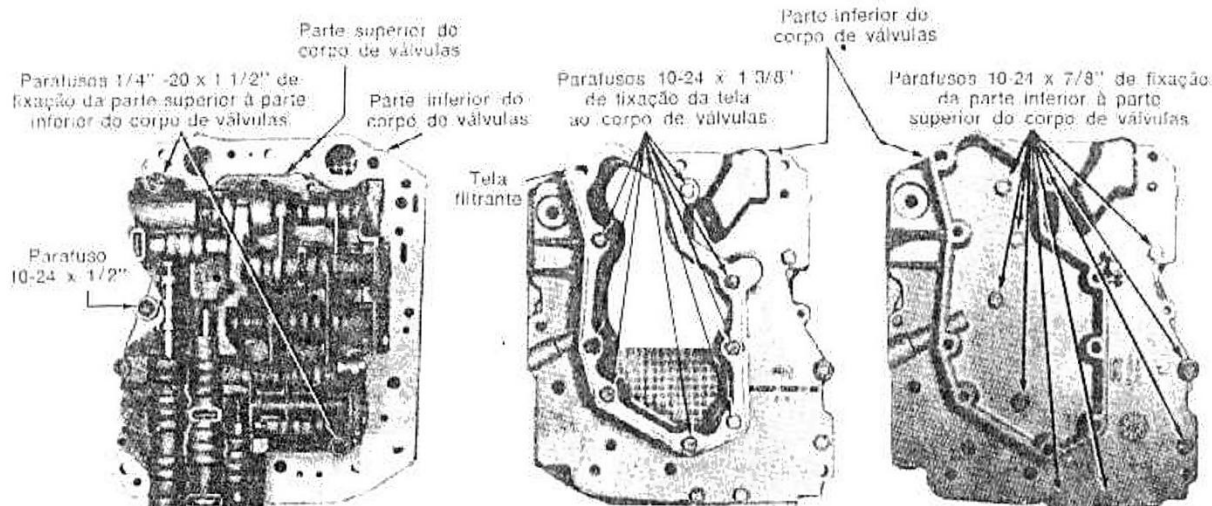
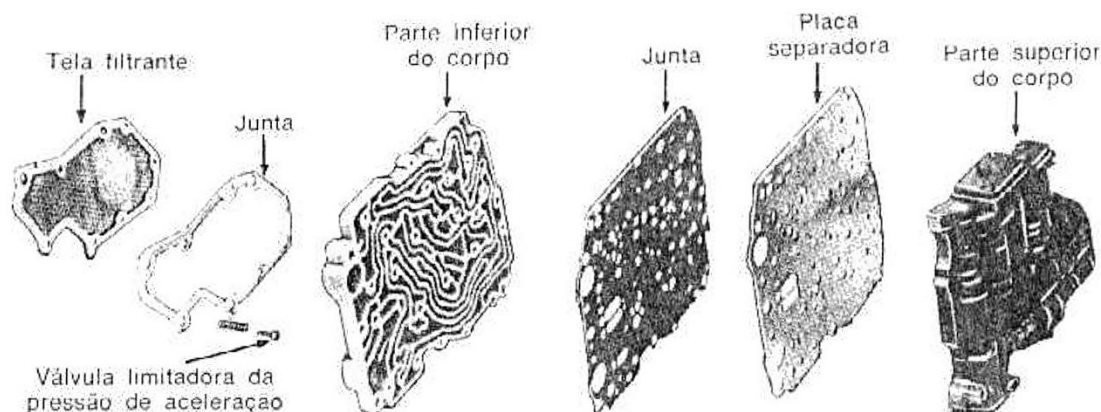
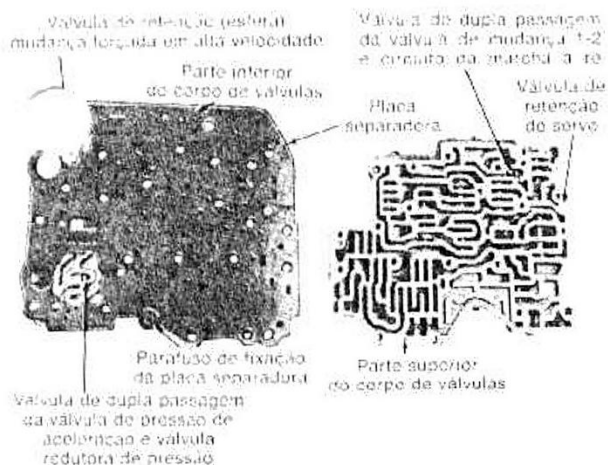

fig. 63 — parafusos de montagem das partes do corpo de válvulas
fig. 64 — parte superior e inferior do corpo de válvulas desmontado
fig. 65 — partes superior e inferior do corpo de válvulas separadas
- 1 Remover os oito parafusos 10 - 24 x 1,3/8" que fixam a tela ao corpo de válvulas e remover a tela e a junta (fig. 63). Tomar cuidado para não perder a válvula limitadora da pressão de aceleração e sua mola quando da remoção da tela, do corpo de válvulas (fig. 64).
- 2 Remover os dois parafusos 1/4" - 20 x 1,1/2" da parte superior do corpo de válvulas e os nove parafusos 10 - 24 x 7/8" da parte inferior do corpo de válvulas (fig. 63). Separar o corpo inferior, junta e placa separadora (fig. 65), do corpo superior. Tomar cuidado para não perder a esfera da válvula de dupla passagem e o disco da válvula de retenção do servo quando da separação do corpo superior e inferior.
1. Instalar as válvulas de dupla passagem (esferas) na parte superior e inferior do corpo de válvulas, conforme ilustrado na fig. 65. Colocar a junta e a placa separadora sobre a parte inferior do corpo de válvulas e instalar, porém sem apertar, o parafuso de montagem da placa.
2. Colocar a parte inferior do corpo de válvulas e a placa separadora sobre a parte superior do corpo de válvulas e, em seguida, instalar os onze parafusos de fixação apenas com aperto manual (fig. 63).
5. Colocar em posição a válvula limitadora da pressão de aceleração e sua mola na parte inferior do corpo de válvulas (fig. 64). Remover os parafusos de fixação da tela e colocar em posição a junta e a tela sobre a parte inferior do corpo de válvulas. Reinstalar os parafusos de fixação da tela (fig. 63).